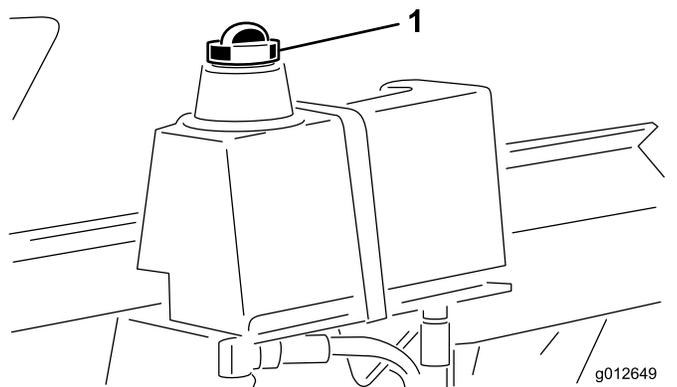

Рисунок 34
2. Очистите зону вокруг заливной горловины и крышки гидравлического бака и снимите крышку (Рисунок 34).